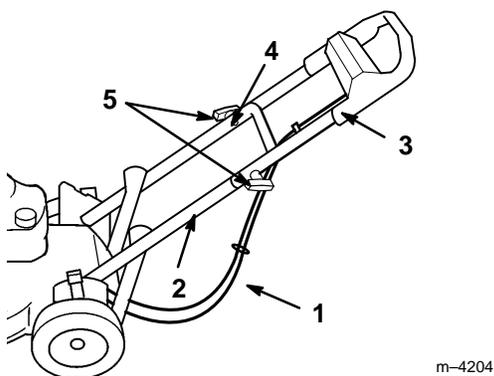

Figure 3
4. Glisser les extrémités du mancheron supérieur en position sur le mancheron inférieur pour que les deux éléments se logent l'un dans l'autre (Fig. 3).
5. Veiller à faire passer les câbles par le dessous et l'arrière du mancheron inférieur, comme illustré à la Figure 3.
6. Fixer le mancheron supérieur au mancheron inférieur à l'aide des deux boulons à tête courbe et des deux boutons restants (Fig. 3).